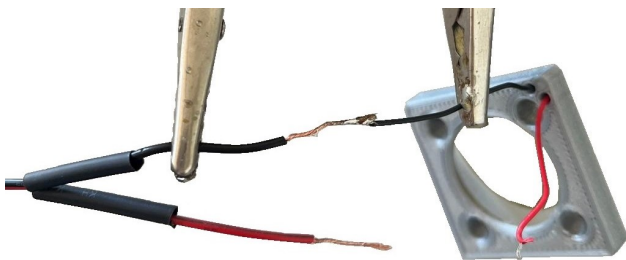

Abb. 10: Schwarze zusammengelötete Kabel
- (12) Kleben Sie die Rückseite des Piezoelements mit etwas **SEKUNDENKLEBER** an der Piezoplatte fest.
- (13) Nehmen Sie sich ein Stück **ZWILLINGSLITZE** und ziehen Sie die beiden Kabel auf der einen Seite etwas auseinander. Isolieren Sie die Enden ab und ziehen Sie jeweils ein Stück **SCHRUMPFSCHLAUCH** über jedes Ende.
- (14) Montieren Sie die Lötspitze am LötKolben und heizen Sie diesen auf 350°C.
- (15) Löten Sie das schwarze Ende der Zwillingslitze an das schwarze Kabel des Piezoelements (Abbildung 10).